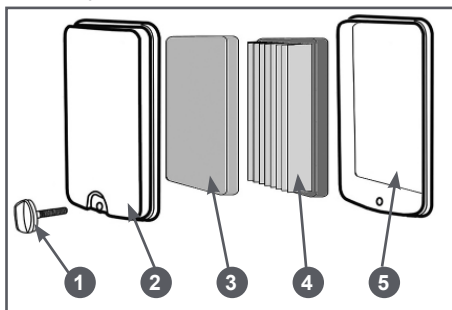

Рис. 20 Обслуживание воздушного фильтра PC5332F
1. Открутите болт 1 и снимите крышку 2 воздушного фильтра (Рис. 20)
2. Извлеките предварительный поролоновый 3 и основной бумажный 4 фильтрующие элементы (Рис. 20).
4. При незначительном загрязнении промойте предварительный поролоновый фильтрующий элемент 3 (Рис. 20) теплым мыльным раствором и просушите. Поврежденный или сильно загрязненный поролоновый фильтрующий элемент замените.
Бумажный фильтрующий элемент 4 (Рис. 20) не подлежит очистке, необходима его замена. Не продувайте основной бумажный фильтрующий элемент сжатым воздухом, не промывайте его в бензине и других растворителях. Эксплуатация двигателя с грязными или поврежденными фильтрующими элементами, или без фильтрующих элементов приведет к попаданию грязи и пыли в карбюратор и двигатель, что в свою очередь,
5. Произведите очистку крышки 2 и корпуса 5 воздушного фильтра (Рис. 20).
6. Установите на место фильтрующие элементы. Установите крышку воздушного фильтра и зафиксируйте ее винтом 1 (Рис. 20).